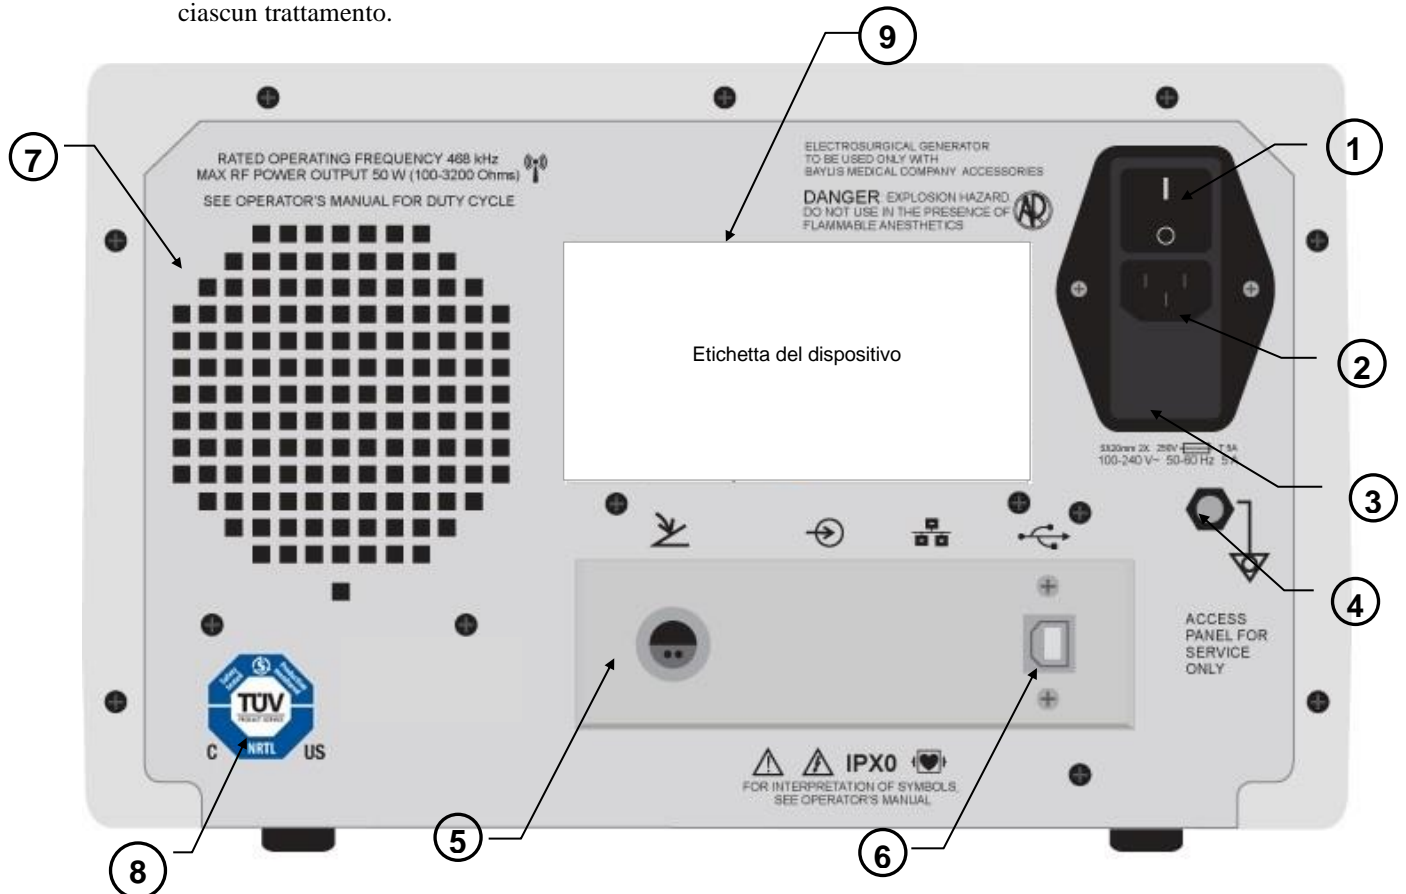

Figura 5-2 - Pannello posteriore dell'ablatore
Di seguito si descrivono i display del pannello posteriore, i controlli e i collegamenti. Consultare la Figura 5-2 - Pannello posteriore dell'ablatore per conoscerne la posizione.
- (1) **Interruttore alimentazione CA:** L'interruttore controlla l'alimentazione in ingresso dell'ablatore a monte della rete elettrica. Fa parte del modulo di ingresso dell'alimentazione che contiene anche la scatola fusibili e i connettore dell'alimentazione CA.
- (2) **Collegamento cavo di alimentazione CA:** Questo collegamento è predisposto per il fissaggio di un cavo di alimentazione di tipo ospedaliero.
- (3) **Scatola fusibili:** La scatola contiene i fusibili che proteggono l'ablatore da eccessiva corrente alternata.
- (4) **Collegamento equipotenziale a terra:** Il connettore è collegato al telaio / messa a terra. Esso è fornito per il collegamento di riferimento di terra in ambienti in cui viene utilizzato il cablaggio equipotenziale di terra.
- (5) **Collegamento PEDALE (pedale):** Questo collegamento riguarda il fissaggio del pedale. Come il pulsante RF ON / OFF, il PEDALE inizia e termina l'erogazione di energia RF, ma la sua azione è diversa da quella del pulsante RF ON / OFF. Il PEDALE deve essere premuto e tenuto in stato READY per fornire energia in radiofrequenza e deve essere rilasciato per sospendere l'erogazione di radiofrequenza.
- (6) **Connessione USB (coperta):** Usata solo da personale di servizio autorizzato.
- (7) **Ventola:** Per lo scarico dell'aria calda proveniente dall'ablatore viene usata una ventola brushless CC. La direzione del flusso è verso l'esterno dal pannello posteriore.
- (8) **Targa marcatura TUV:** Indica la conformità alle norme CAN /CSA 22.2 No. 60601-1:2008, EN 60601-1:2006, IEC 60601-2-2:2017
- (9) **Etichetta del dispositivo:** Questa etichetta indica il numero di modello, di serie e le informazioni di contatto del produttore. I simboli presenti su questa etichetta sono descritti nella Sezione **Error! Reference source not found.**
N.B.: eventuali porte non indicate in Figura 5-2 - Pannello posteriore del generatore, non sono funzionanti e non devono essere utilizzate.